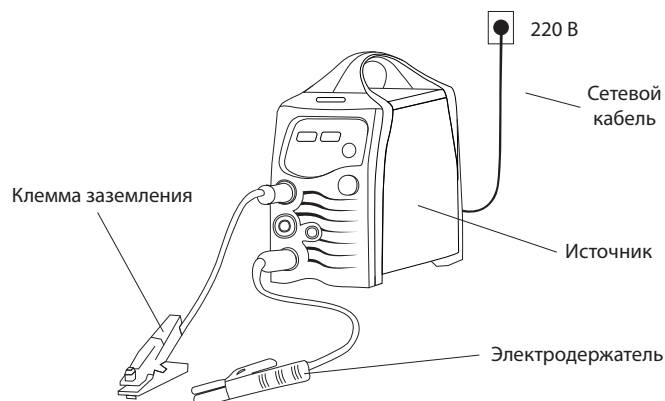

Рис. 5. Схема подключения оборудования для ручной дуговой сварки покрытым электродом MMA
1. Произведите подключение согласно **рисунок 5**.